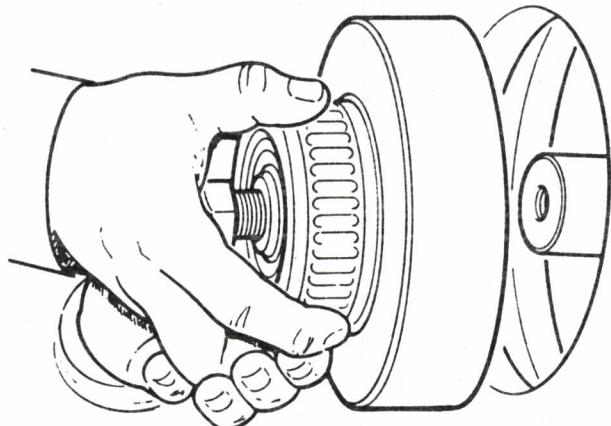

Bild 36 Kupplung entfernen
- Abdruckschraube (1/20) in das Gewinde (M20) der Fliehkraftkupplung einschrauben und Kupplung vom Konus der Motor-Schwungscheibe abdrücken (Bild 36). Falls erforderlich, die Abdeckung der Kupplung entfernen und mit einem geeigneten Werkzeug gegenhalten.